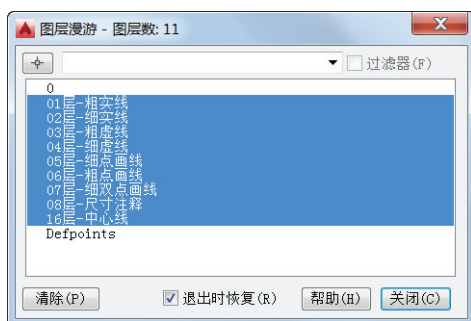

图 6-34 “图层漫游-图层数: 11”对话框
- “图层漫游”:显示选定图层上的对象,并隐藏所有在其他图层上的对象。选择该命令将弹出图 6-34 所示的“图层漫游-图层数: 11”对话框。对于包含大量图层的图形,用户可以过滤显示在对话框中的图层列表。使用该命令可以检查每个图层上的对象和清理未参照的图层。